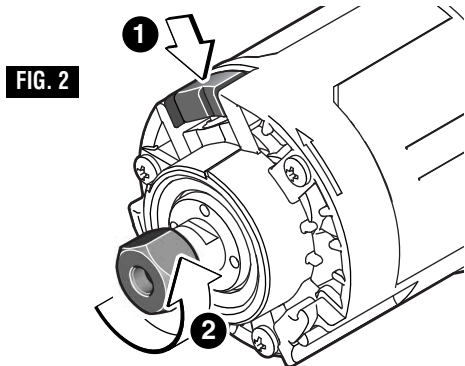

FIG. 2
2. Appuyez sur le levier de blocage de l'arbre pour empêcher la douille de tourner. **REMARQUE** : Il se peut qu'il faille faire tourner la douille pour enclencher le blocage de l'arbre (Fig. 2).*